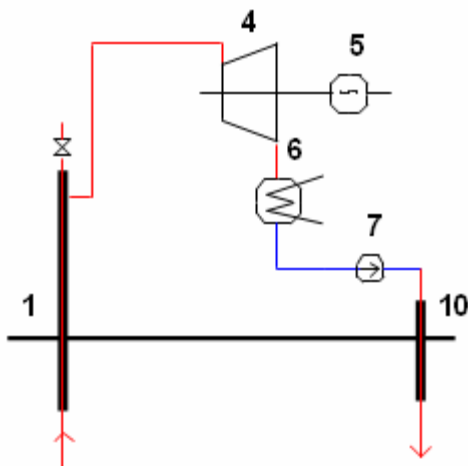

Figura 5.6
- cu abur saturat, figura 5.6 ;